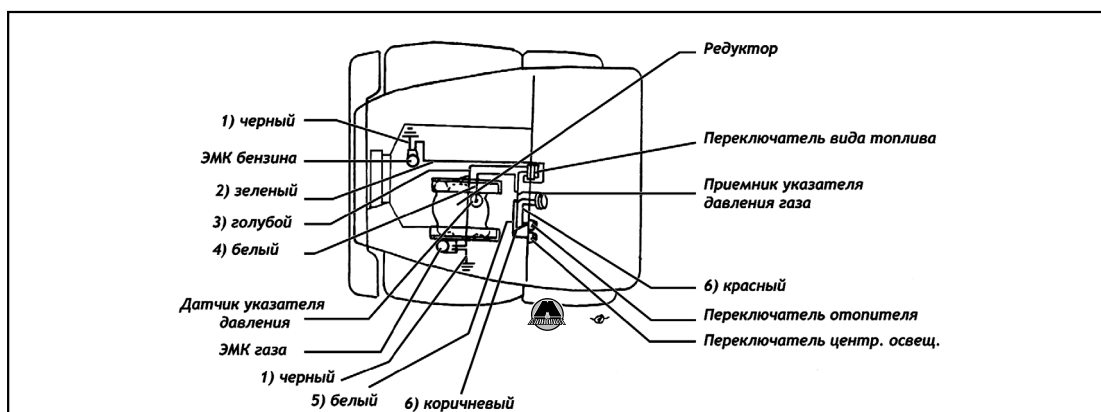
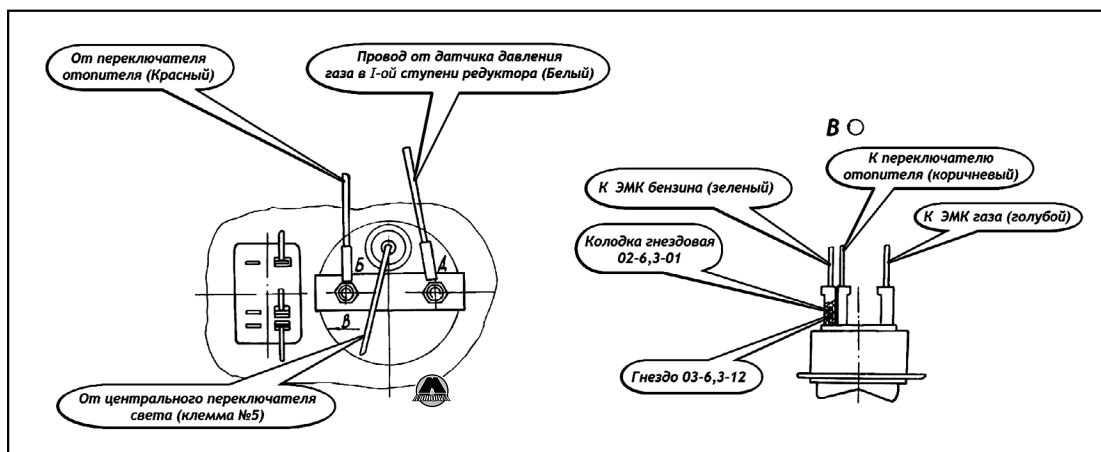

Рис. 8. Подключение электрооборудования на автомобиле ГАЗ 53.
Рис. 9. Схема подключения электропроводки к манометру (приемнику указателя давления газа УК-130-3810010) и к переключателю П 147-06.17.
- выпилить отверстие для манометра в панели приборов слева от щитка приборов в соответствии с рис.9.
- установить табличку «Пусковой клапан» (рис. 8, (1)), рамку (5) под переключатель (3).
- установить табличку «Бензин-Газ» (2), рамку (5) под переключатель (4).
- установить манометр низкого давления УК-130 (рис.9, (1)) в отв. Ø60 мм и закрепить.